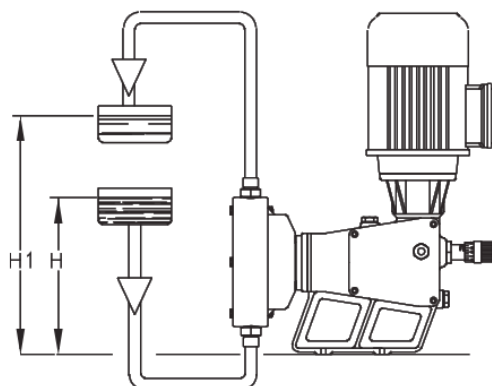

Fig. 6 - installation idéale
- petit battant en aspiration (Réf. H - Fig.6)
- battant en refoulement plus grand du battant en aspiration (Réf. H1 - Fig.6)